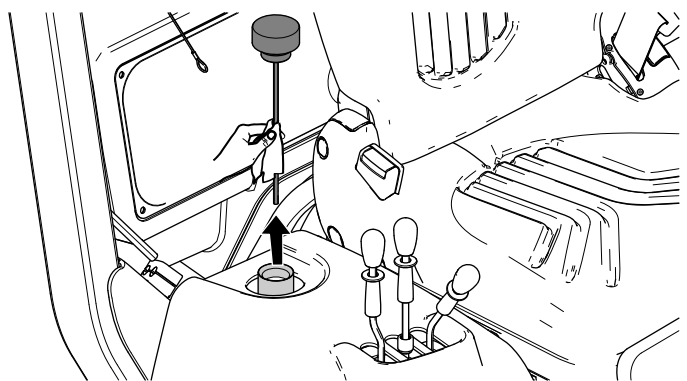

Рисунок 98
4. Извлеките масломерный щуп из гидравлического бака и протрите его чистой ветошью (Рисунок 98).